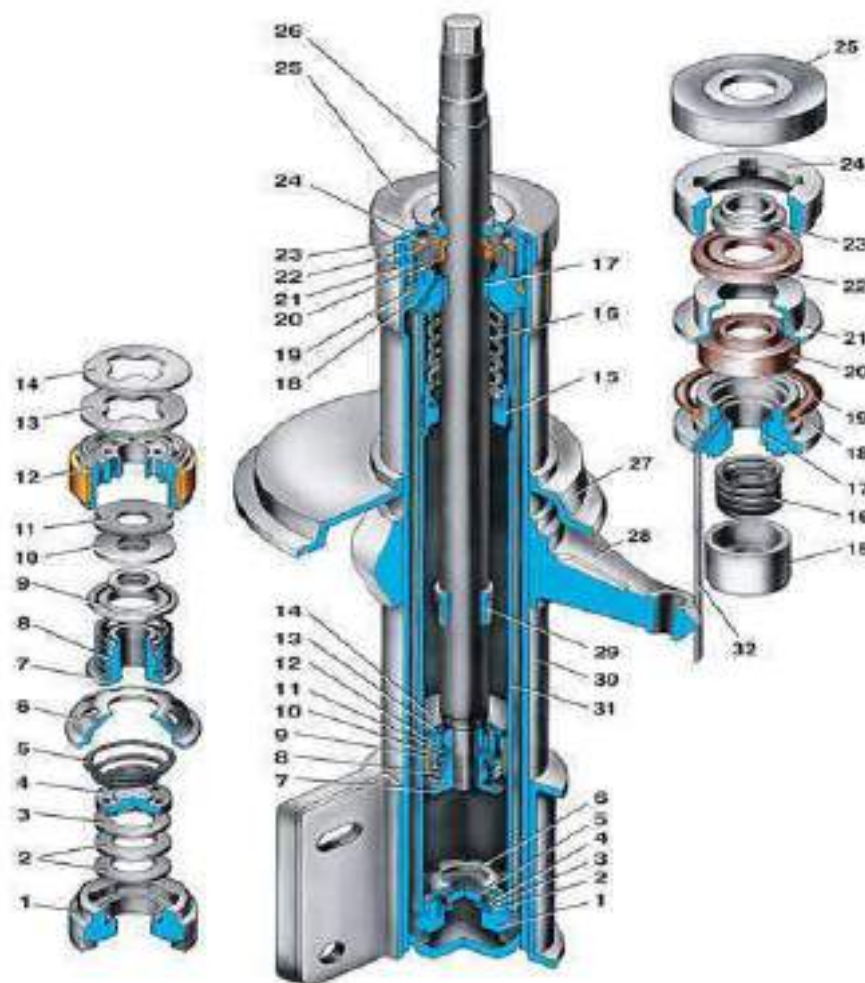

Рис. 8.5. Разборка телескопического амортизатора:
5. Разобрать телескопический амортизатор следующим образом (см. рис. 8.5):